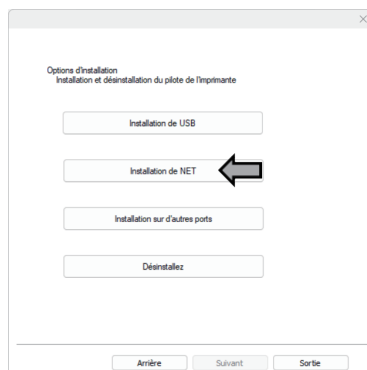

Fig.12
- ⑥ Depuis l'interface « Options d'installation », sélectionnez l'option « Installation de NET » (voir Figure 12).